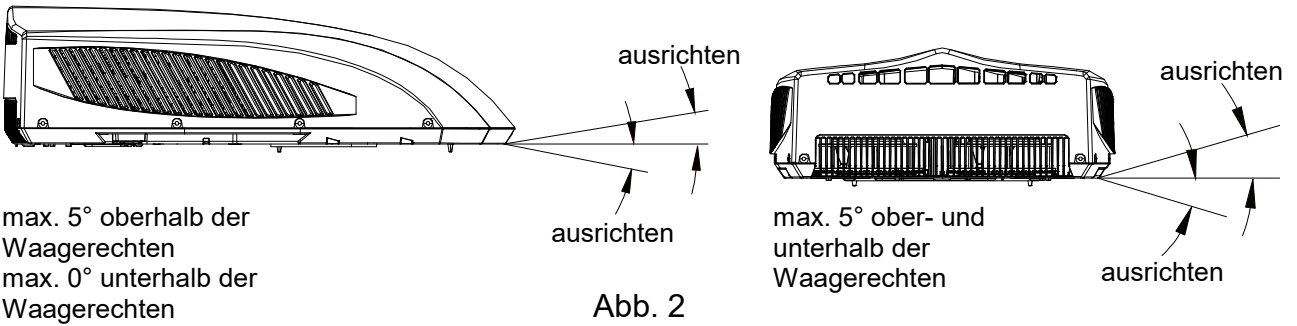

Abb. 2
1. Die Dacheinheit muss auf einer Fläche installiert werden, die in den beiden Richtungen waagrecht liegt, wenn der Wagen auf horizontaler Oberfläche abgestellt ist. Im Bild 2 sind die maximal zulässigen Montageabweichungen von der Horizontalen angegeben.